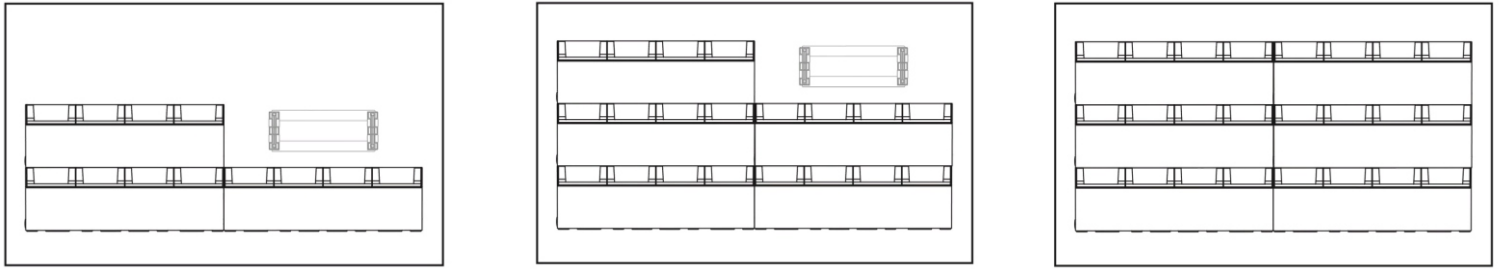

Рис. 19
- Отметьте на стене первый блок с 4 отверстиями (281 мм x 90 мм друг от друга). Затем отметьте те же позиции отверстий 289 мм рядом с первым блоком. Как только нижний уровень закончен, пользователь может отметить позиции верхнего уровня на 91 мм выше нижнего уровня и так далее. См. (рис. 19)